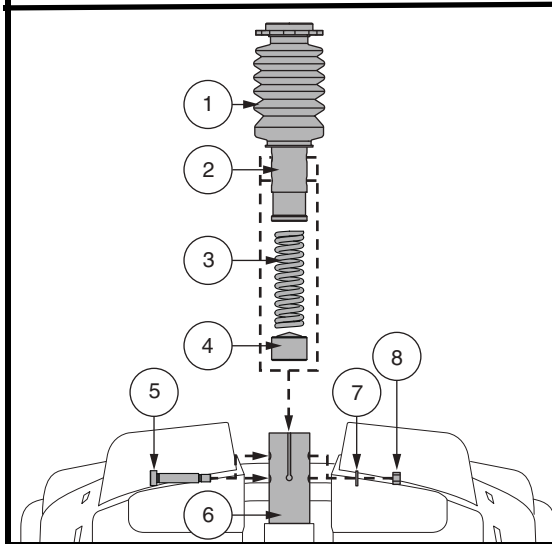

Figure 18. Réglage Hauteur du Siège - Montant du Siège Comfort
6. Installez le ressort de confort désiré. **Voir la figure 18.**